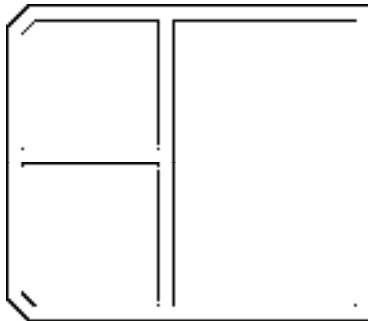

图 3-39 墙体倒斜角
4) 重复上述操作, 为墙体绘制另一倒角, 结果如图3-39所示。